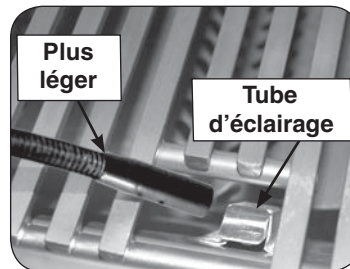
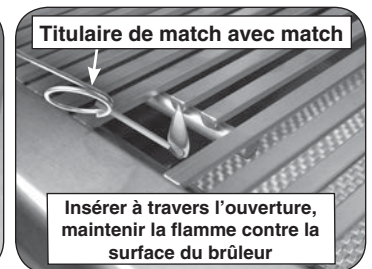

Fig. 24-2 Éclairage manuel via un tube d'éclairage
Fig. 24-3 Eclairage manuel via porte allumette
2. Passez un allumeur brûlant de butane de long-baril ou une allumette brûlante de long-tige dans la grille à cuire s'ouvrant au dessus du tube d'éclairage. (Fig. 24-2). Pour les brûleurs de dos ou les brûleurs infrarouges, maintenez la flamme contre la surface du brûleur de brûleurs arrière / infrarouge. Pour les brûleurs à charbon, maintenez la flamme près du brûleur. Les grils équipés d'un brûleur infrarouge comprennent un porte-allumette à rallonge métallique (fixé au plateau d'égouttage) pour faciliter l'éclairage manuel (Fig. 24-3).
4. Si le brûleur ne se allume pas dans les cinq (5) secondes de tourner le bouton de commande, enfoncez immédiatement le bouton et tournez la valve à **AU LOIN**. **ATTENDEZ CINQ (5) MINUTES** avant de répéter les étapes 2 à 4 des instructions manuelles d'éclairage.